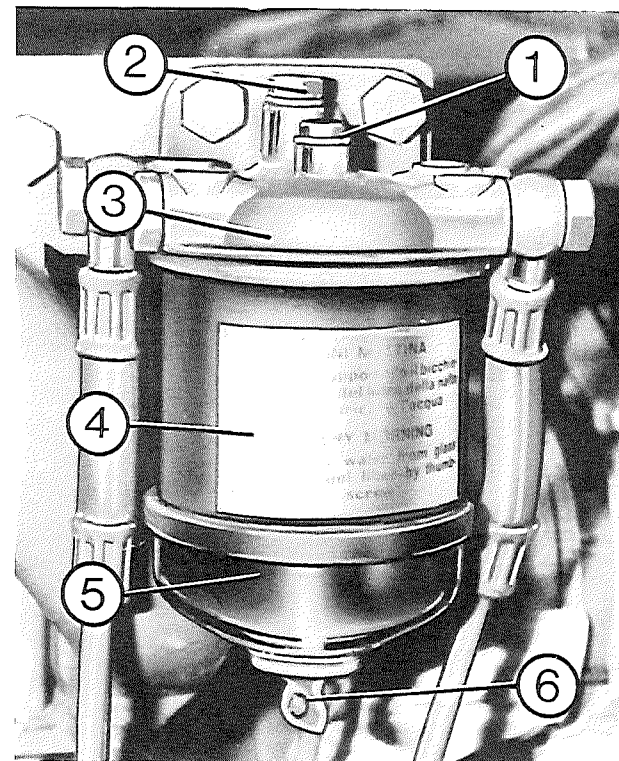

Fig. 20
FILTRE À GAS-OIL (fig. 20)
Toutes les 10 heures: Dévisser le bouchon (6 fig. 20) et décharger l'eau éventuelle contenue dans la cuvette inférieure (5 fig. 20).
Tous les 300 heures: Remplacer le filtre en dévissant la vis de fixation central (1 fig. 20).
- 1 - Desserrer la vis de purge d'air du filtre à gas-oil (2 fig. 20).